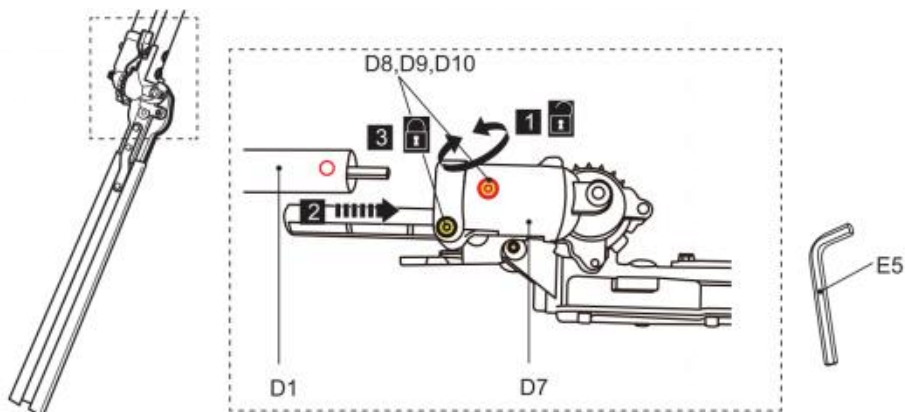

Fig. 20
- 1) Allentare i bulloni (D8) utilizzando l'attrezzo (E5) fino a quando è possibile inserire il palo inferiore (D1) nel supporto (D7) (Fig. 20, passo 1). Non rimuovere i bulloni (D8), le rondelle elastiche (D9) e le rondelle (D10) dal supporto (D7).
- 2) Allineare e inserire l'asta inferiore (D1) nel supporto (D7) con un movimento rotatorio fino all'arresto finché il foro di montaggio non è allineato con il bullone. Utilizzare la freccia per facilitare l'allineamento. (Fig. 20, passaggio 2).
- 3) Stringere i bulloni (D8) per fissare il palo inferiore in posizione (Fig. 20, passo 3).